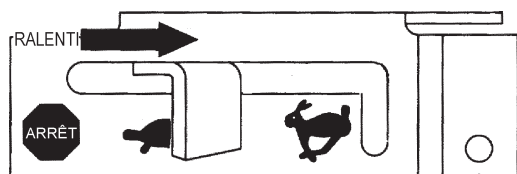

Figure 22. Accélérateur (position de ralenti)
3. Placez la *manette de l'accélérateur* (Figure 22) en position "**TORTUE**" (RALENTI).